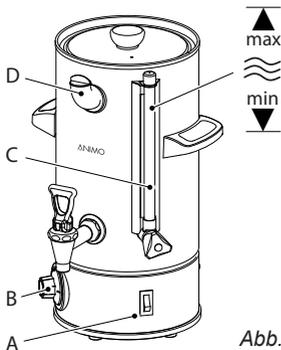

Abb. 6
- (Abb. 6) Bei 380V 3 Phasen (Kabel mit 5 Adern).